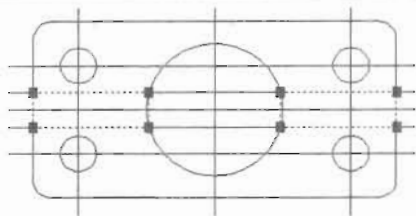

图 15-53
(7) 在命令行中输入 REC 命令, 捕捉辅助线与圆的交点, 在如图 15-53 所示的位置绘制两个矩形, 命令执行过程如下。